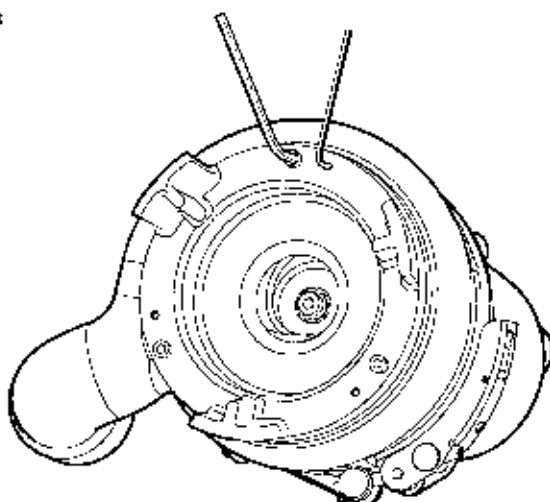

Fig. 9 Pompa vista dalla bocca di aspirazione
d) Regolazione errata della luce della girante.	Regolare la girante, vedi sezione 7.2, fig. 9.